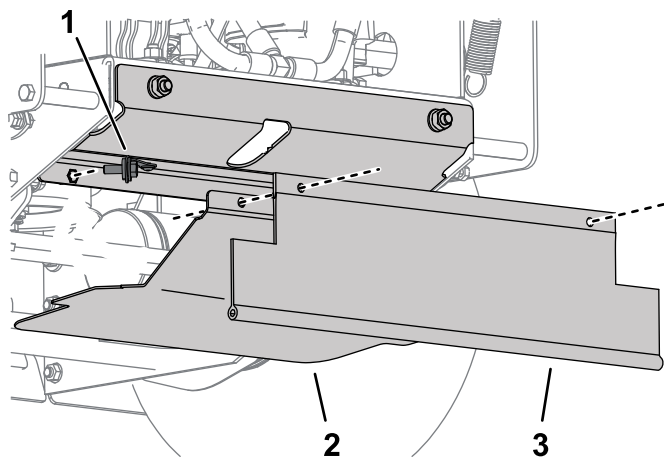

Bild 9
- Montieren Sie die Unterseiten-Schutzvorrichtung zur Probe und passen Sie die Antriebsscheiben-Schutzvorrichtung ggf. an (Bild 9).
- Befestigen Sie die Schutzvorrichtung an der Unterseite und ziehen Sie das Schutzblech zur Antriebsscheibenschutzvorrichtung; befestigen Sie sie mit den Schrauben, die in den Verbindungsleinen an der Antriebsscheibenabdeckung gefangen sind (Bild 9).